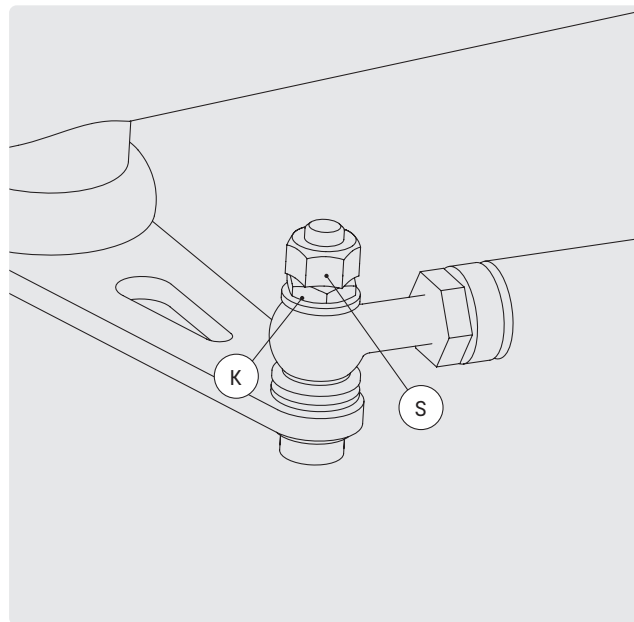

FIG. 33
- Si vous préférez une direction un peu plus dure, resserrez davantage l'écrou plat K de la tringlerie de direction (Fig. 33). À cet effet, vous devez d'abord retirer l'écrou autoblocant S.